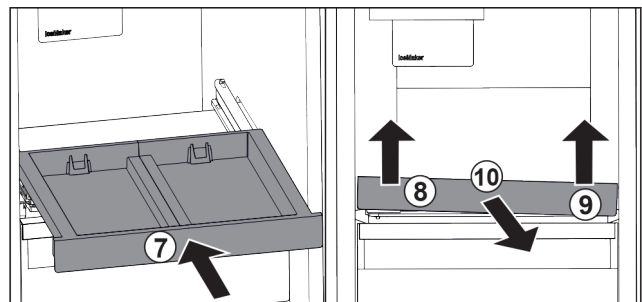

Fig. 36
- ▶ Inserire il ripiano estraibile. Fig. 36 (7)
- ▶ Sollevare il ripiano estraibile dalla parte anteriore a sinistra. Fig. 36 (8)
- ▶ Sollevare il ripiano estraibile dalla parte anteriore a destra. Fig. 36 (9)
- ▶ Rimuovere il ripiano estraibile tirandolo in avanti. Fig. 36 (10)